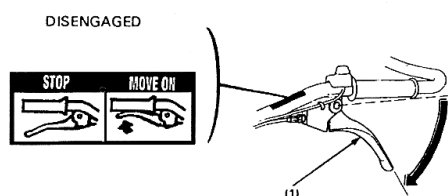

Fig. 22
- 1) Rilasciare la leva della frizione in posizione DISINSERITA e portare la leva del cambio in posizione di folle. (Fig. 22)